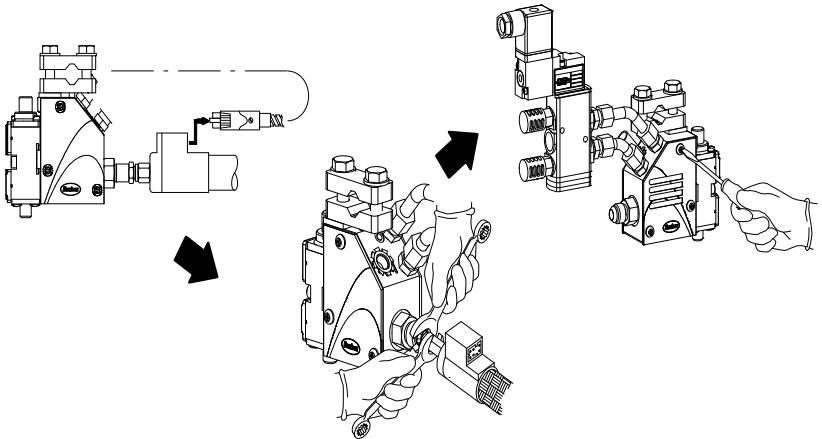

Figura 20: Accesso all'RTD o al riscaldatore
2. Vedi figura 20. Disinserire il cavo dell'applicatore dal tubo.